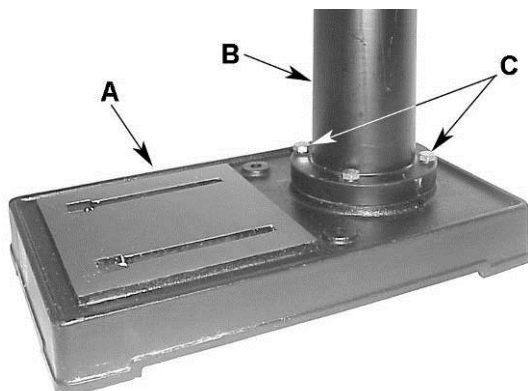

Figura 1
Viendo la Figura 1:
1. Coloque la *base* (A) en un piso nivelado.
2. Coloque el *ensamblaje de la columna* (B) en la *base* (A) y alinee los orificios en el soporte de la columna con los orificios en la base.
3. **Nota:** La columna ilustrada en la Figura 1 es para el modelo JDP-15MF. Mientras que la columna del modelo JDP-15M tiene una apariencia ligeramente diferente, el proceso de ensamble es el mismo.
4. Usando una llave de 17 mm, asegure la *columna* (B) a la base con cuatro *tornillos de cabeza hexagonal M10 x 40* (C).